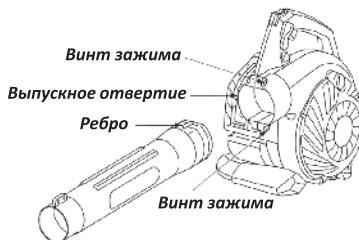

Рис. 2
- Направьте ребро верхней трубы воздуходува в зажим выпускного отверстия и задвиньте трубу до конца (Рис. 2).